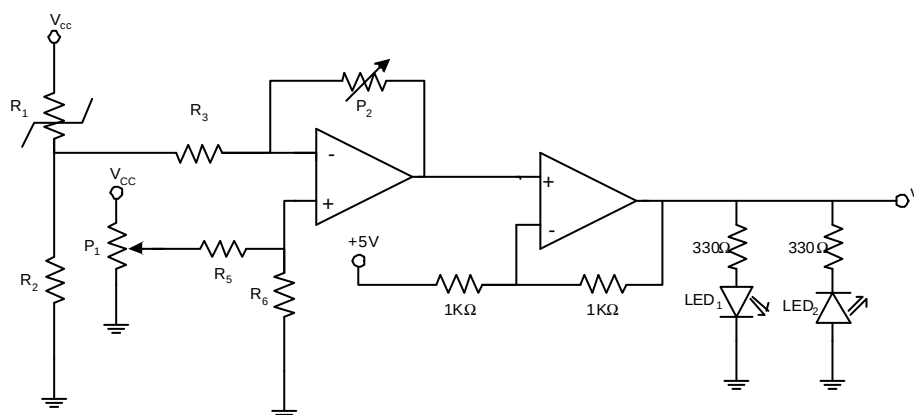

Figura 6
3. Explicar, na Figura 6, a introdução dos potenciómetros P_1 e P_2 . Considerar que o LED₁ é vermelho e que o LED₂ é verde. Dizer em que condições é que eles se encontrarão acesos.